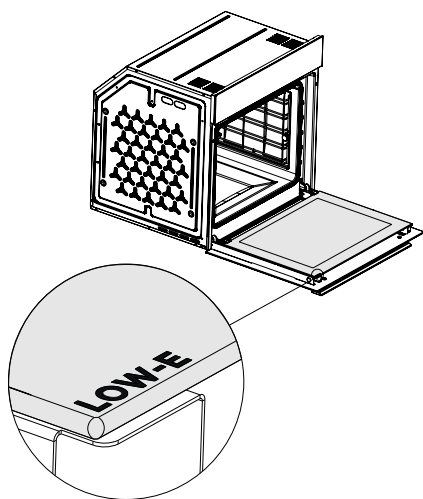

Рис. 27
*В то время, как дверца вашей духовки находится в горизонтальном положении, надпись LOW-E на внутреннем стекле дверцы духовки должна быть, как показано на (Рис. 27)*